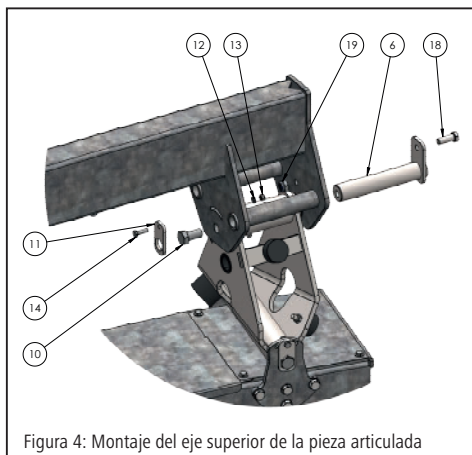
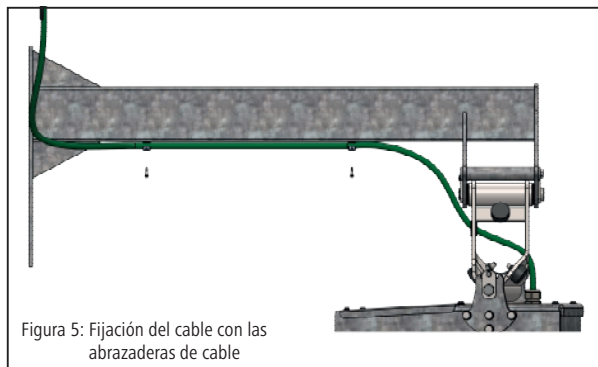

Figura 4: Montaje del eje superior de la pieza articulada
Figura 5: Fijación del cable con las abrazaderas de cable
1. Desmonte el eje superior (Figura 4, posición 6) de la pieza articulada.
5. Empuje el eje superior (Figura 4, posición 6) a través del cojinete ubicado en el brazo de suspensión y la pieza articulada; a continuación, móntelo.
6. Fije el eje con el tornillo de fijación M14 (Figura 4, posición 10).
7. Asegure el eje contra torsiones utilizando el tornillo (Figura 4, posición 18) y la tuerca autoblocante (Figura 4, posición 19).
8. Asegure el tornillo de fijación M14 para evitar que se suelte; para ello, utilice la chapa de seguridad (Figura 4, posición 11), el tornillo (Figura 4, posición 11), la arandela (Figura 4, posición 12) y la tuerca autoblocante (Figura 4, posición 13). Fije el cable del motor al brazo de suspensión utilizando abrazaderas y tornillos autorroscantes (Figura 5).